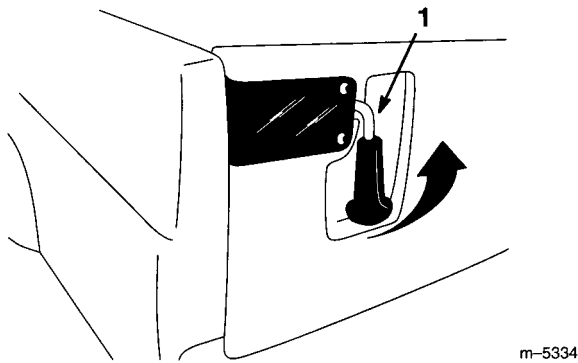

図 21
1. テールゲートを開くには、ラッチを外側に押す(図21)。ラッチを上には引くと、スプリングの働きでラッチは内側に飛び出してくるので、注意しながらテールゲートを降ろす。